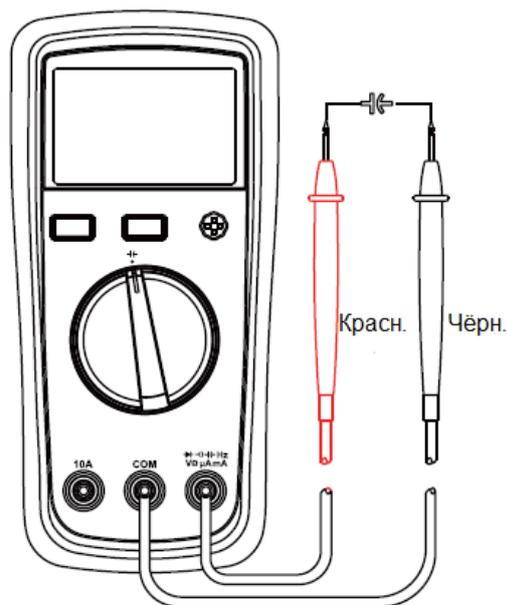

Рисунок 4
6. Измерение ёмкости (см. рисунок 4)